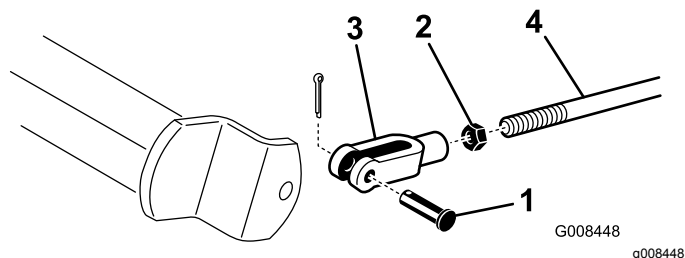

Рисунок 47
2. Если тормоза блокируются неравномерно, отсоедините тяги тормозов, сняв шплинт и шплинтуемый штифт (Рисунок 47).
3. Отпустите контргайку и отрегулируйте вилку должным образом (Рисунок 47).
4. Присоедините вилку к тормозному валу (Рисунок 47).